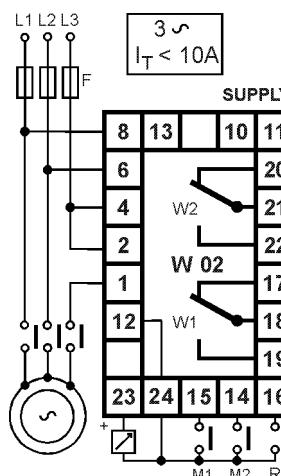

Fig. 8
Seguire lo schema di fig.8
- a) Se It è minore di 10A si può usare l'inserzione diretta (v. schemi di fig.8 e 10.)
Tensione motore 400Vac, $It=3,5A$ (fig.8). Dalla tabella A si ricava che si deve porre RANGE per 5A e si vedrà che la potenza del motore è minore a quanto indicato nell'ultima colonna (valori pratici della potenza).
Follow diagramme of fig.8
a) If I_p is lower than 10A the device is by direct insertion connected (fig.8 and 10)
Motor Voltage 400Vac $I_p=3,5A$ (fig.8).